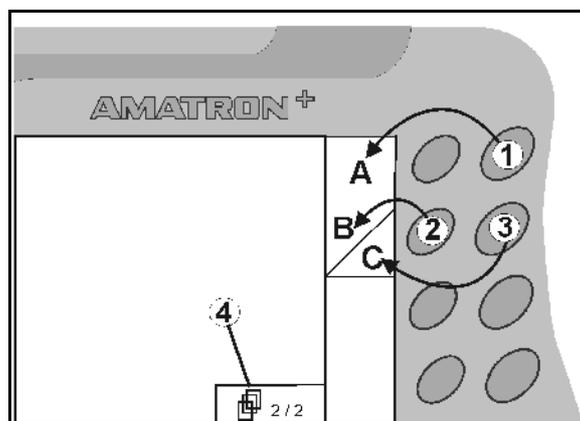

Рис. 7
- Для отображаемых на дисплее квадратных полей назначена только правая кнопка (Рис. 7/1, Рис. 7/A).
- левая кнопка (Рис. 7/2) относится к верхней левой части поля (Рис. 7/B).
- правая кнопка (Рис. 7/3) относится к нижней правой части поля (Рис. 7/C).
<ul style="list-style-type: none"> <li>• Переход к следующим пунктам данного меню (возможен только при появлении на дисплее символа (Рис. 7/4)).</li> </ul>